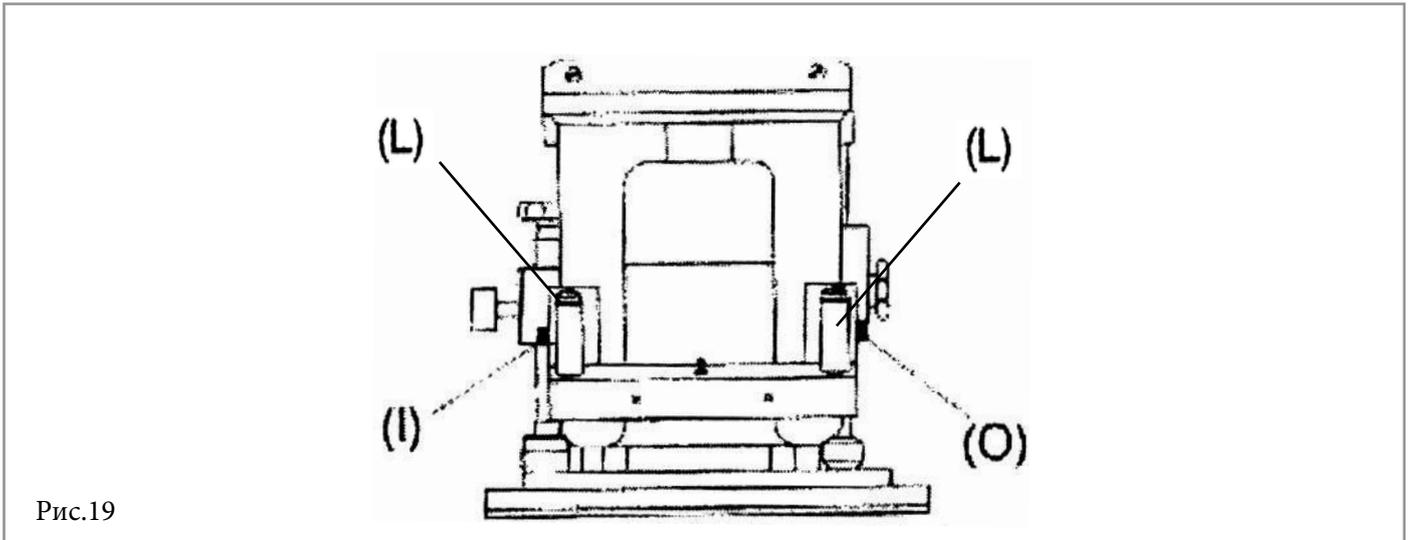

Рис.19
l) Для перемещения подвижной головки нажмите кнопки на ручках активации вырубки L, затем кнопку I или O и выньте высекальную форму (рис. 19).